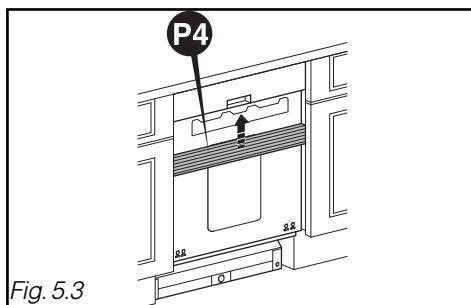

Fig. 5.3
- Klip de ingezette verhogingen **P4** op de lijst van het apparaat (Fig. 5.3).